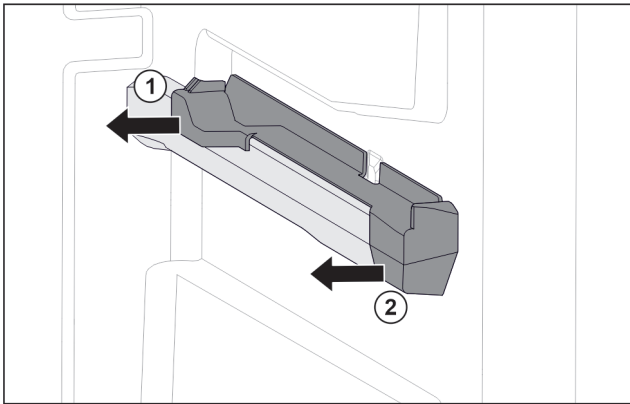

Fig. 86 Piesă de fixare pe nervura din dreapta a recipientului
- ▶ Scoateți piesa de fixare din spate în lateral. Fig. 86 (1)
- ▶ Scoateți piesa de fixare din față în lateral. Fig. 86 (2)